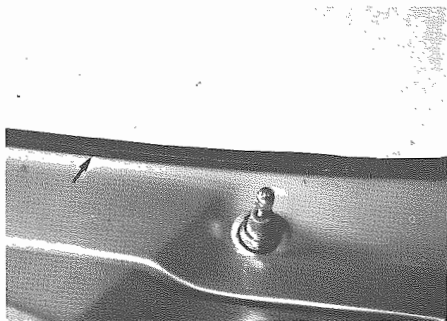

Fig. 25 - Tasselli
- Applicare sul lato inferiore del parabrezza alcuni tasselli per impedire allo stesso di abbassarsi e per favorire il centraggio del parabrezza nel suo vano (**Fig. 25**).
- Apply on the lower side of the windshield some small blocks to prevent this from falling and to facilitate the centering of the windshield in its housing (**Fig. 25**).